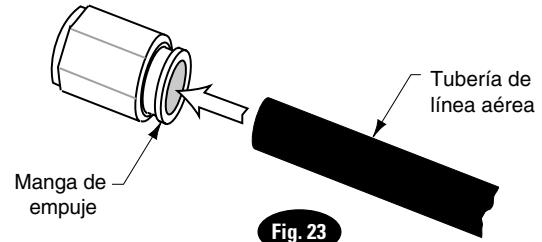

Fig. 23
**Nota:** Para ensamblar la tubería de la línea de aire en los accesorios, utilice presión manual firme para empujar la tubería dentro de los accesorios hasta que asiente, Fig. 23. Si alguna vez se requiere retirar la tubería de la línea aérea de los accesorios, sujetela el manguito de empuje hacia dentro (contra los accesorios) y, al mismo tiempo, tire de la tubería hacia afuera.